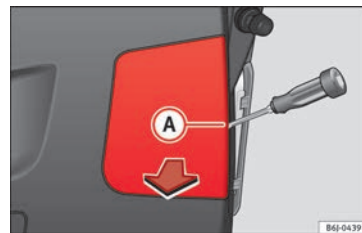

Bild 113 Lampor på bagageluckan.
- Demontera locket med en platt skruvmejsel, placera den i skåran **(A)** » bild 113.